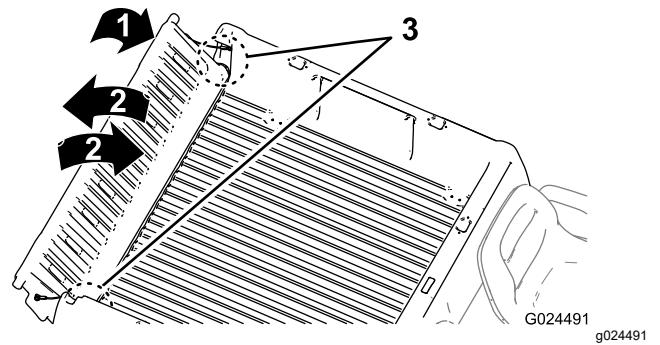

Figura 21
2. Gire el portón trasero a un ángulo de 45° aproximadamente (Figura 21).
3. Mueva el portón trasero varias veces hacia adelante y hacia atrás con breves sacudidas (Figura 21).